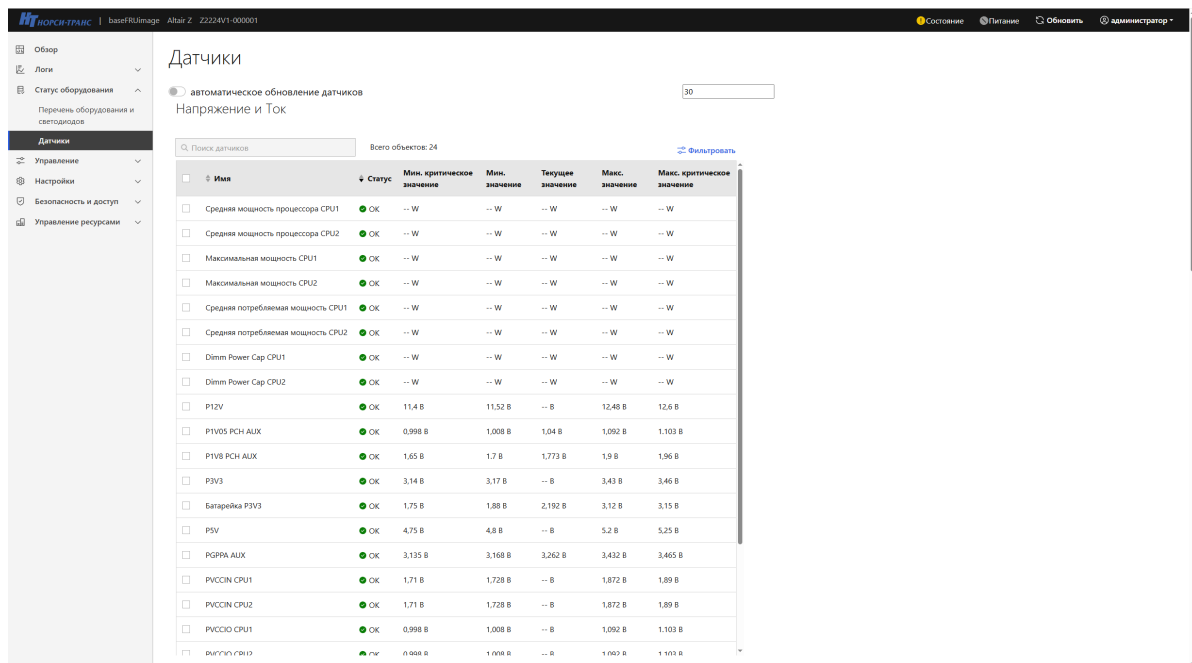

Рис. 67. Окно «Датчики»
5) Пройдите во вкладку «Статус оборудования» → «Датчики» в данной вкладке отображены всех датчиков установленных в сервер. В поле «Поиск датчиков» производится поиск датчиков. Окно показано на рис. 67 Окно «Датчики»